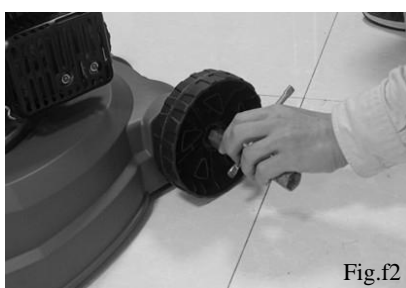

Fig.f2
- 5) După utilizarea cheii tubulare pentru a deșuruba șurubul și a scoate roțile veți vedea trei găuri pentru poziționare pentru a regla înălțimea de cosit. Gaura din cea mai înaltă parte asigură cea mai mică înălțime de cosit (Fig.f2 f3).